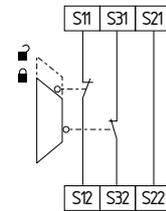

Fig. 16
**Circuito de monitorización de puerta de seguridad de dos canales con dispositivo de seguridad con enclavamiento según EN 1088 (véase fig. 16)**